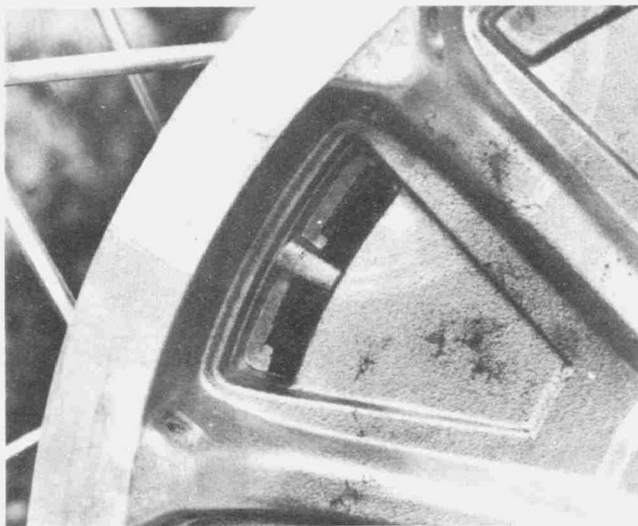

Bild 283
- Die Bremse muss in regelmässigen Abständen überprüft und erforderlichenfalls eingestellt werden. Die Bremsbelagstärke kann bei den neueren Baumustern R60/6 durch in der Nabe vorgesehene Schaulöcher kontrolliert werden, ohne dass das Rad ausgebaut werden muss (Bild 283).